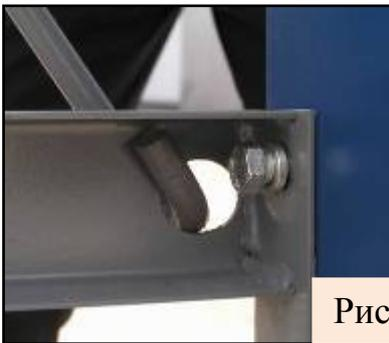

Рис.2
3. Зацепить крестовины жёсткости через отверстия в стяжке (рис.2) и зажать при помощи втулки (рис.3).